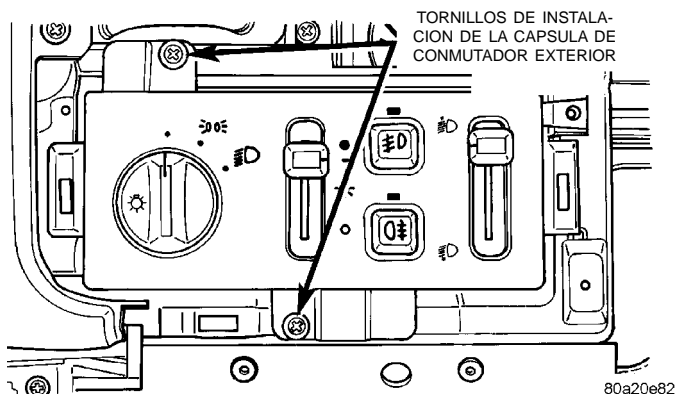

Fig. 9 Desmontaje/instalación de la cápsula de conmutador exterior
- (1) Retire el marco del grupo de instrumentos tal como se describe en este grupo.
- (2) Retire los dos tornillos que fijan la cápsula de conmutador exterior al tablero de instrumentos (Fig. 9).